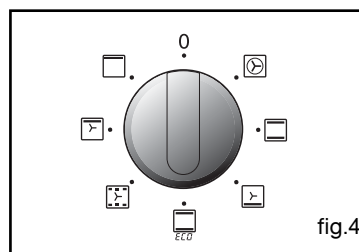

fig.4
Il vous est cependant possible d'ajuster la température en actionnant la manette de sélection de température vers + ou - (fig.4).
- l'indicateur de durée de cuisson et 0:00 clignotent (fig.4),
L'affichage repasse à l'heure du jour en ramenant le sélecteur de fonctions sur 0 (fig.4).